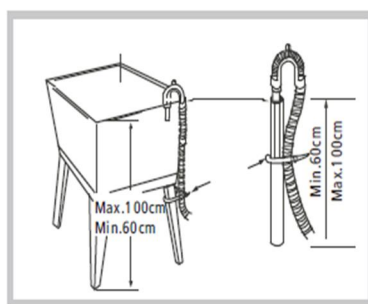

Рис. 4
- Если необходим более длинный шланг, используйте шланг того же типа и зафиксируйте место соединения винтовыми хомутами (Рис. 4).